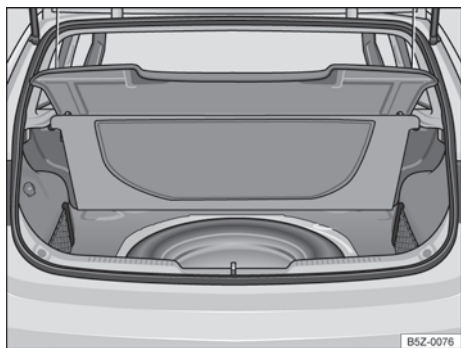

Fig. 164 No compartimento de bagagem embaixo do revestimento do assoalho: roda de emergência e ferramentas de bordo.
As ferramentas de bordo e a roda de emergência estão localizadas no compartimento de bagagem, sob o revestimento do assoalho → Fig. 164.
- Levantar o revestimento do compartimento de bagagem → Fig. 164.